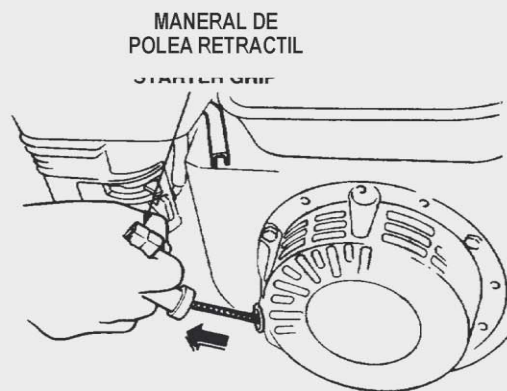

Figura 9. Polea retractil .
3. Tome el maneral de la polea retractil (Figura 9) y suavemente jale hacia afuera hasta encontrar un punto donde la resistencia es más fuerte (un tope), jale el maneral repentinamente y a la vez suavemente para arrancar el motor.